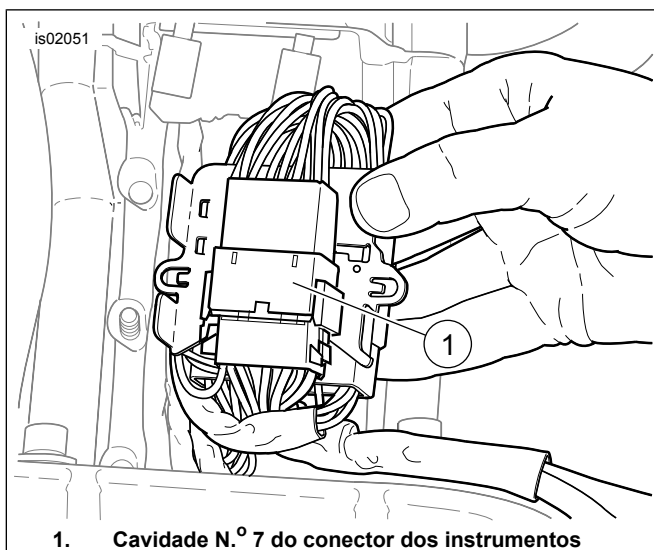
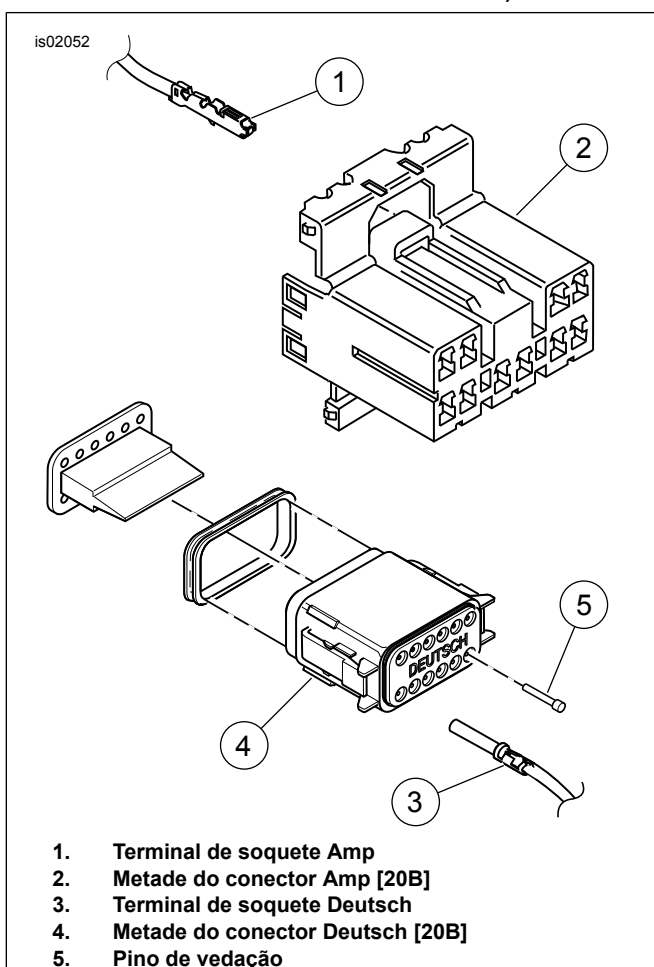

Figura 6. Conector das luzes dos instrumentos [20] (modelo XL Custom ano 2003 mostrado)
Figura 7. Conector de instrumentos/luzes XL [20B]
1. Use os diagramas elétricos e o Manual de serviço para localizar a fonte do sinal do tacômetro para o ano e o modelo. **Para os modelos Softail anos 1984 a 1999 e FXDWG anos 1996 a 1998:** A fonte do sinal é o terminal primário da bobina com o fio rosa ou azul ligado. **Para os modelos FXDWG anos 1999 e posteriores e Softail anos 2000 a 2003:** O fio rosa é enfiado ou terminado e envolvido no conduíte no conector do velocímetro [39B] montado no console do tanque de combustível. **Para os modelos Softail e FXDWG anos 2004 e posteriores:** Veja a Figura 5. Cavidade N.º 3 do conector [39B] na parte traseira do velocímetro. O terminal de soquete no fio rosa (PK) do sinal se adapta à cavidade N.º 3. **Para os modelos FLHR anos 1994 a 1998:** A fonte para o sinal é o conector do chicote de fios da ignição [8] debaixo da tampa lateral direita. **Para os modelos FLHR anos 1999 a 2001:** A fonte para o sinal fica perto do conector do velocímetro [39B], enfiada debaixo do conduíte ou terminada com um conector único e envolvida na parte externa do conduíte. **Para os modelos FLHR anos 2002 a 2003:** Localize o fio rosa (PK) debaixo do compartimento do farol dianteiro. **Para os modelos FLHR ano 2004:** A fonte para o sinal fica na cavidade N.º 3 do conector do velocímetro [39B]. O terminal de soquete no fio rosa (PK) do sinal do chicote de fios do mini-tacômetro se adapta à cavidade N.º 3. Consulte o Manual de serviço elétrico para a inserção do terminal. **Para os modelos XL anos 1996 a 2003:** Veja a Figura 6. A fonte do sinal é a cavidade N.º 7 do conector das luzes dos instrumentos. O conector localiza-se debaixo do tanque de combustível ou na tampa do tubo de subida do guidom nos modelos XL Customs.
- a. Corte e descarte o terminal do fio rosa (PK) do sinal do chicote de fios do mini-tacômetro.
- c. Crimpe o fio rosa (PK) do sinal.
- e. Corte e descarte o terminal do fio rosa (PK) do sinal do chicote de fios do mini-tacômetro.
- f. Corte a terminação do fio rosa (PK) do conector. O fio do mini-tacômetro será ligado ao fio do sinal. Consulte em **Ligação dos fios de alimentação/sinal**.
- g. Corte o terminal existente do fio rosa (PK) do sinal do chicote de fios do mini-tacômetro.
- h. Separe o fio rosa (PK) da cavidade N.º 3 do conector e corte 2,5 cm (1 pol.) do conector. O fio do mini-tacômetro será ligado 2 a 1 no fio rosa (PK). Consulte em **Ligação dos fios de alimentação/sinal**.
- i. Corte o terminal existente do fio rosa (PK) do sinal do chicote de fios do mini-tacômetro.
- j. Separe o fio rosa (PK) da cavidade N.º 3 do conector e corte qualquer conector. O fio do mini-tacômetro será ligado 2 a 1 no fio rosa (PK) do conector. Consulte em **Ligação dos fios de alimentação/sinal**.
- k. Corte o terminal existente do fio rosa (PK) do sinal do chicote de fios do mini-tacômetro.
- l. O fio do mini-tacômetro será ligado 1 a 1 no fio rosa (PK). Consulte em **Ligação dos fios de alimentação/sinal**.
- m. Veja a Figura 7. Siga as instruções do Manual de serviço para a marca existente de conector [20].
- n. Selecione o adaptador com duas extremidades (peça N.º 70231-04) do kit. Identifique o terminal de soquete no adaptador que corresponde à marca, Amp (1) ou Deutsch (3), do conector e corte o conector da extremidade oposta do adaptador.
- p. O fio do adaptador será ligado 1 a 1 no fio rosa (PK) do chicote de fios do mini-tacômetro. Consulte em **Ligação dos fios de alimentação/sinal**.